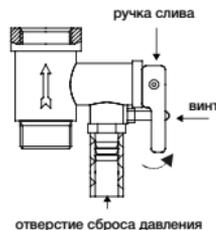

Рис. 8
6. Правильно слить воду из внутреннего бака, можно через комбинированный предохранительный клапан (рис. 8) (для этого открутите винт ручки слива комбинированного предохранительного клапана и переведите ручку слива в верхнее положение, при это кран выхода горячей воды должен быть открыт, а кран подачи холодной воды в водонагреватель должен быть перекрыт).